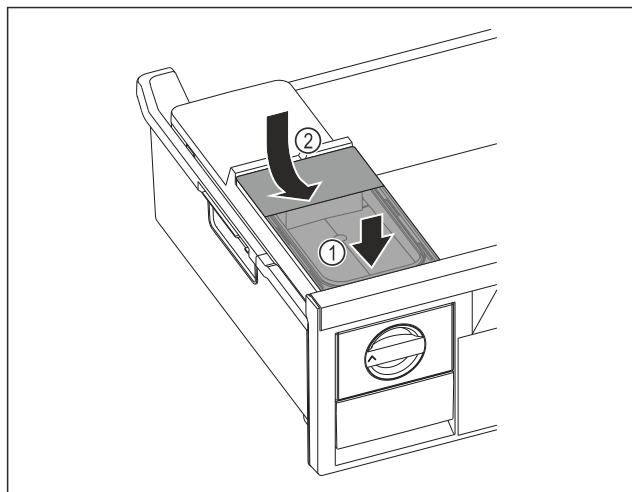

Fig. 127
- ▶ Placer le réservoir d'eau à l'avant. Fig. 127 (1)
- ▶ Abaisser le réservoir d'eau à l'arrière. Fig. 127 (2)